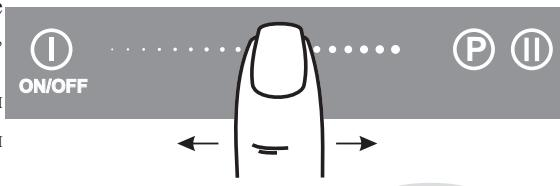

Рис.15
1. Работающую конфорку касанием зоны ② перевести в режим управления.
2. Перемещая палец по поверхности ④ - «скользящая кнопка» измените режим нагрева конфорки (рис. 15).